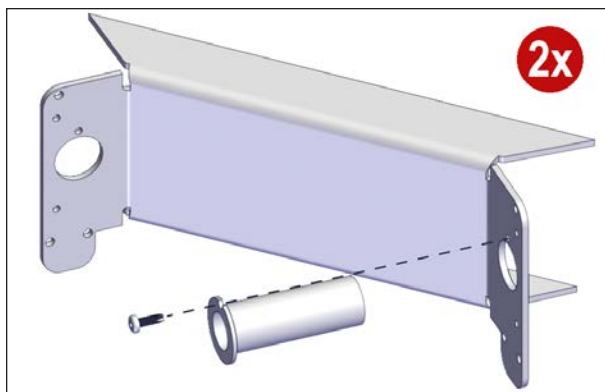
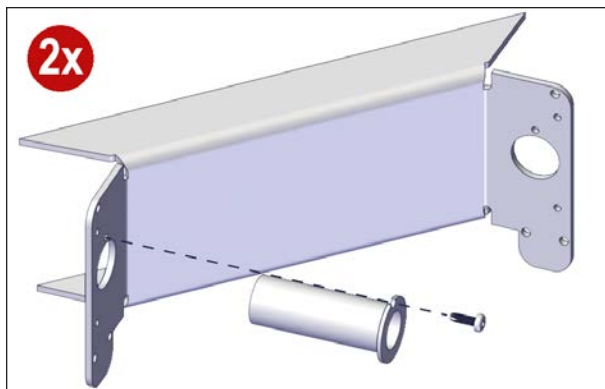

FIGURE 43: INSTALLATION D'UNE DOUILLE HEXAGONALE
FIGURE 44: INSTALLATION D'UNE DOUILLE HEXAGONALE
1. Installer une douille de guidage hexagonale dans chaque support de coin de manière à obtenir 2 supports de coin gauches et 2 droits. Fixer avec une vis autotaraudeuses n° 8 x 1/2 po, voir Figure 43 et Figure 44.